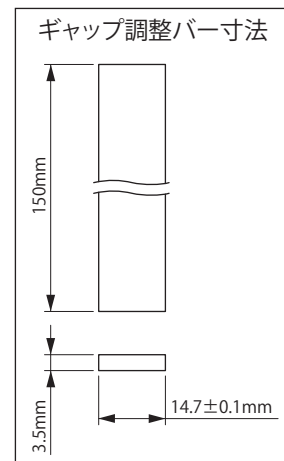

図 8-23
- (3) アウターディスク⑭とセンターリング①の間から、ギャップ調整バー (お客様で角板をご準備ください。図 8-23 参照) をギャップ調整ネジ②の溝に差し込んでください。